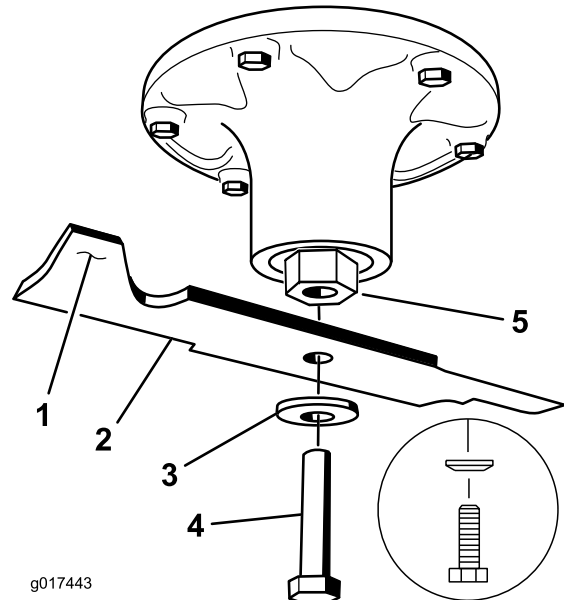

Bild 78
2. Entfernen Sie die Messerschraube, Wellenscheibe und das Messer von der Spindelwelle (Bild 78).